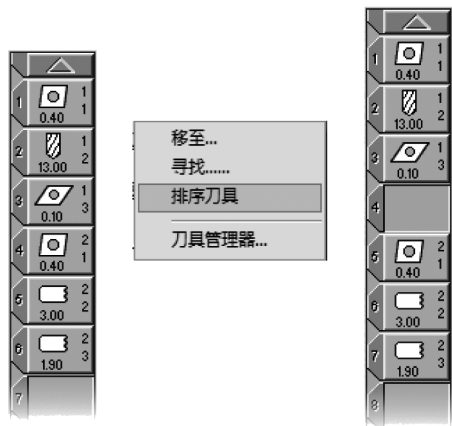

图 5-12 排序刀具
2) 在刀具列表上任一刀具上单击右键，选择排序刀具。刀具将按刀具组来分类，如图 5-12 所示。